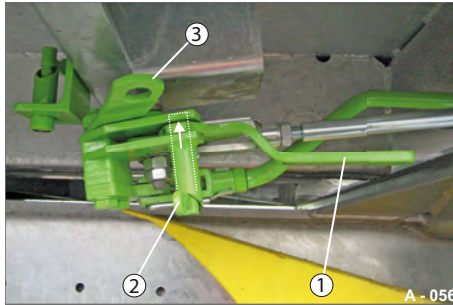

Abb. 58 Zentralverriegelung in Fahrstellung
Der Hebel (Abb. 58/1) der Zentralverriegelung muss geschlossen sein.
- ▶ Stellen Sie die Zentralverriegelung in Fahrstellung (siehe Abb. 58).